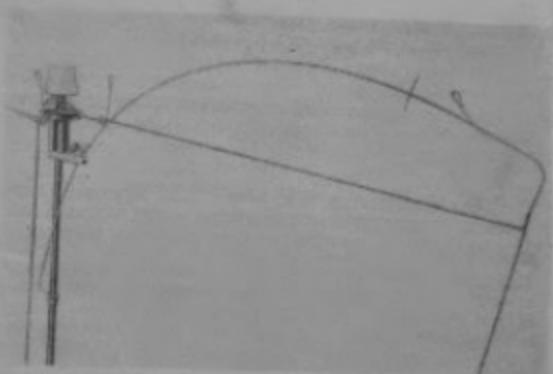

Рис. 19
- Начало нити кладут с правой стороны на левую натяжной пружины. Держа нить растянутой над пружиной, ее подводят вперед к петлевому ушку, в которое нить сама заходит (рис. 19).
- Левой рукой натягивают нить между гильзой крестовой намотки и нитенатяжным приспособление до такой степени, чтобы нитенатяжная пружина стояла в горизонтальном положении (рис. 19).